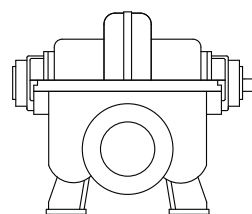

Рис. 5 Насос со свободным концом вала
3. Насос со свободным концом вала. См. рис. 5.